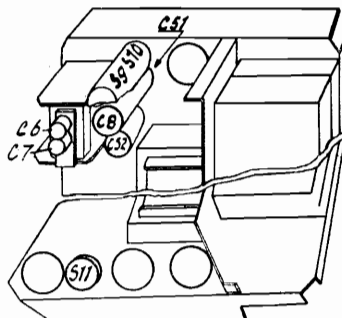

FIG 5
7. S10 en S11 op maximum output regelen.(Fig.5).
10. C52 op maximum output afregelen (fig.5)
5. Respectievelijk: C7 en C6 op maximum output afregelen. (fig.5)
5. C8 afregelen op maximum output. (fig.5).
10. C51 afregelen op maximum output (fig.5)